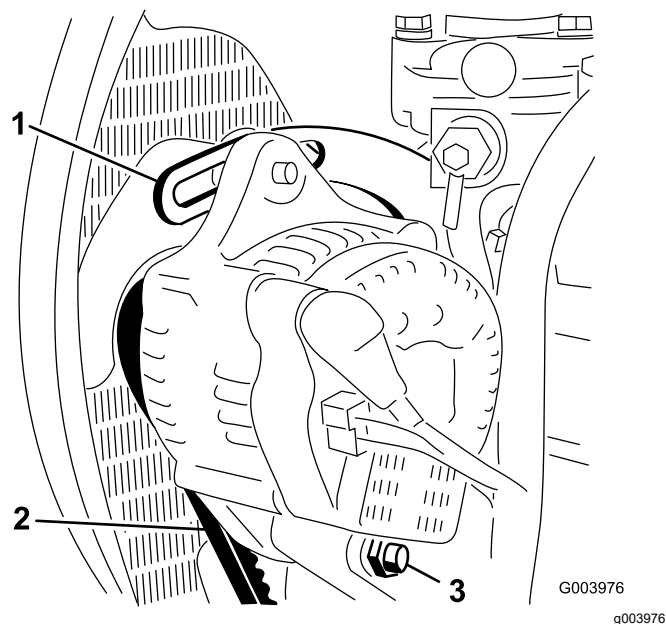

Figura 55
2. Controllate la tensione della cinghia dell'alternatore premendola (Figura 55) al centro tra le pulegge dell'alternatore e dell'albero a gomito con una forza di 10 kg.
3. Allentate il bullone che fissa il supporto al motore (Figura 55), il bullone che fissa l'alternatore al supporto ed il bullone di rotazione.